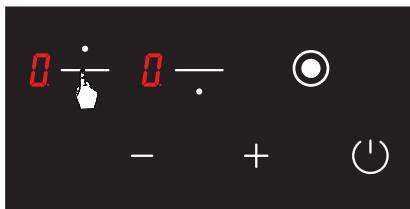

Рис. 9
2. Однократно натисніть кнопку вибору відповідної конфорки. Після першого дотику відобразиться значок (Див. рис. 9).